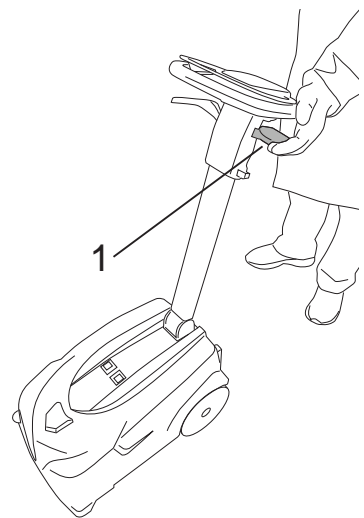

Fig.18
**Per azionare l'asciugatura in retromarcia tirare la leva (Fig.18-Rif.1).**